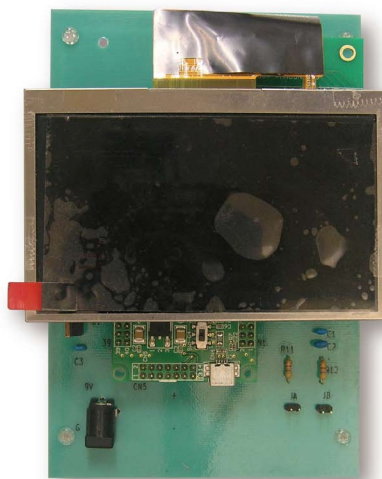

図5■表面(TFT液晶パネルを金具上に配置)
②パーツリストを参照の上、必要な部材を装着し基板を完成させます[表1・図4・図5]。最後にAE-RX210、TFT液晶パネルを装着します。
③コードの開発を行います。前述のように、